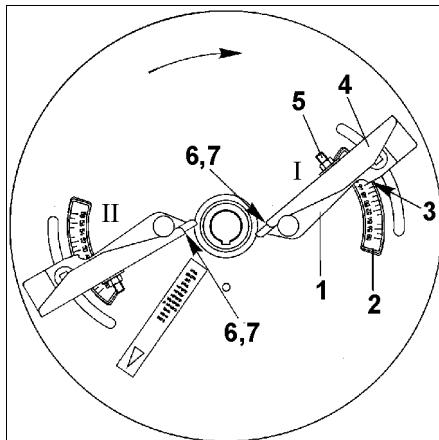

Рис. 48
производится при помощи телескопических лопастей (Рис. 48/1) в соответствии с данными расчетной таблицы распределения в зависимости от сорта вносимого удобрения и расстояния от первой колеи до края поля следующим образом:
- Переместите телескопические лопасти (Рис. 48/1) на распределяющем диске после откручивания гайки с закруткой в области шкалы (Рис. 48/2). Определите значение на грани с делениями (Рис. 48/3) и снова затяните гайку с закруткой.
- Внешнюю часть лопасти (Рис. 48/4) откручив гайку (Рис. 48/5) на шкале (Рис. 48/6) установите на более высокое буквенное значение. Считывать необходимо соответствующее положение внешней части лопасти по грани с делениями (Рис. 48/7) на шкале.